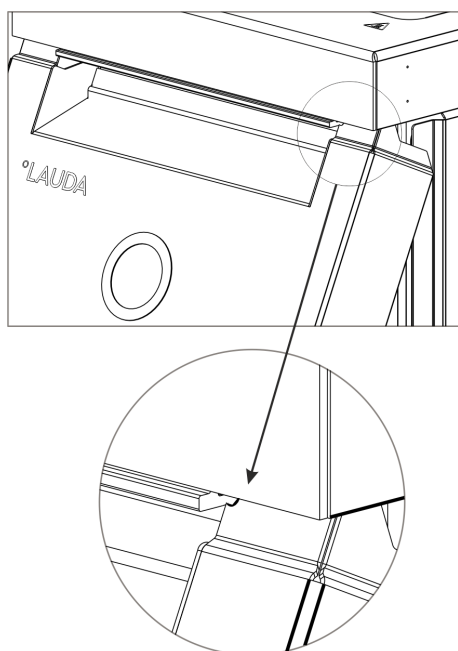

Fig. 72: Raggi sul pannello frontale
2. Spingere il pannello frontale verso l'alto solo finché i raggi non sono ancora visibili Fig. 72.